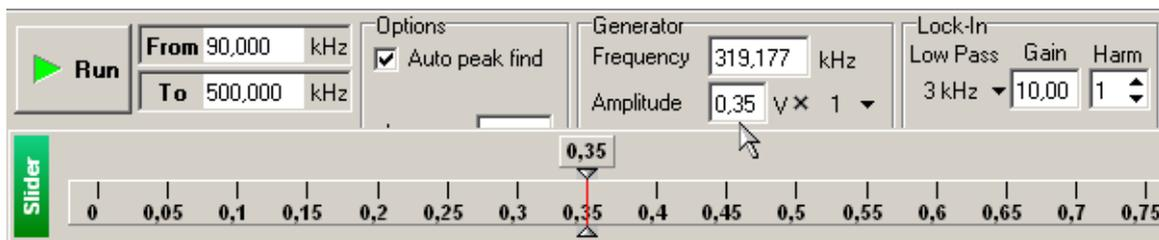

Рис. 7-11
1. Щелкните дважды на поле ввода амплитуды выходного сигнала генератора **Amplitude**, в результате появится ползунок (Рис. 7-11) (диапазон изменения напряжения $0 \div 1$ В).